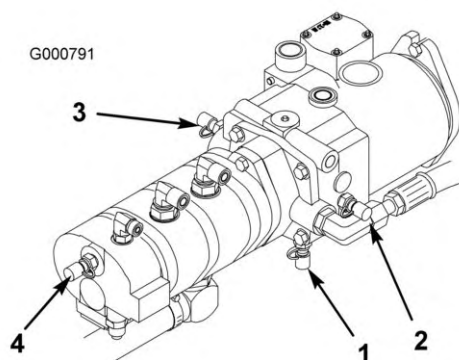

Figure 81
4. La prise d'essai D est située au bas de la transmission hydrostatique (Figure 81) et sert à mesurer la pression de charge de la transmission.
5. La prise d'essai E est utilisée pour mesurer la pression de déplacement en marche avant (Figure 81).
6. La prise d'essai F est utilisée pour mesurer la pression de déplacement en marche arrière (Figure 81).
7. La prise d'essai G sert à mesurer la pression du circuit de direction (Figure 81).